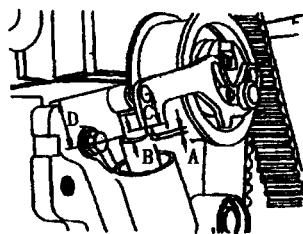

图 2-11 检查区域 A
⑦将发动机按运转方向转两圈，直到凸轮轴正时带轮再对准上止点标记。
⑧检查区域 A 是否与张紧器柱塞的上边缘一致(图 2-11)。必要时按如下方法调整：将区域 A 调合格或 D 为 25~29mm (区域 B 为磨损区域)，再重新调整区域 C。